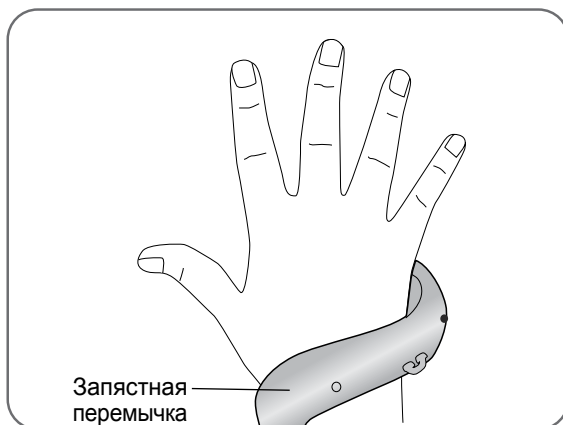

Рисунок 8-8. Расположение запястной перемычки
2. Удобно расположите запястную перемычку ортеза на задней стороне запястья. См. рисунок 8-8.